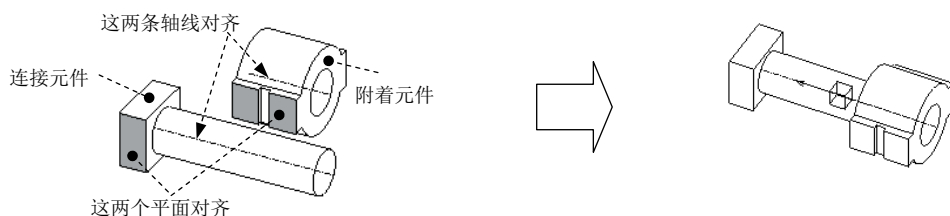

图 13.2.4 滑动杆 (Slider) 接头
滑动杆接头如图 13.2.4 所示，滑动杆接头的连接元件只能沿着轴线移动。
(1) 在操控板的约束集列表选取  滑动杆 选项。
(2) 在弹出的操控板中单击  按钮。
(3) 选取“轴对齐”约束的参考。选取图 13.2.4 中的两条轴线。
(4) 选取“旋转”约束的参考。选取图 13.2.4 中的两个表面以将其对齐。